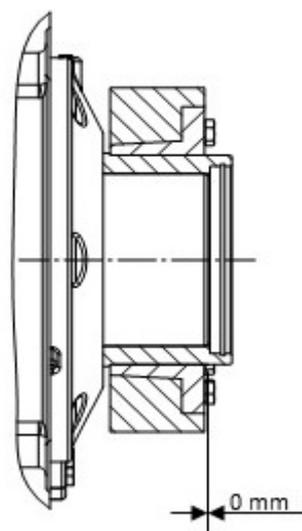

Figure 13 : Frette de serrage montée
8. Après le serrage à fond des vis, la face avant côté vis de la bague intérieure doit être en superposition à fleur de la face avant de la bague extérieure. Le serrage de la frette de serrage peut ainsi être vérifié visuellement (Figure 13).